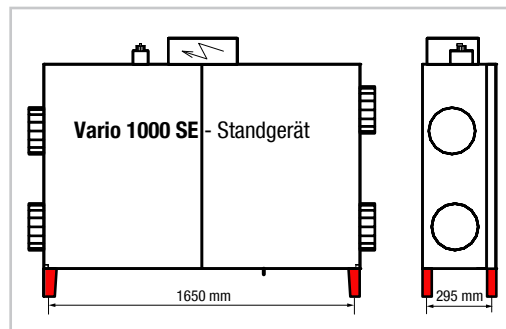

Abbildung 14: Befestigungslaschen Vario 2500
- Vario 1000 SE (Abb. 14)
- Befestigen Sie die Stellfüße an den entsprechenden Einschraubhülsen im Gerät (Inbus 4) (siehe Abb. 14 - 17).